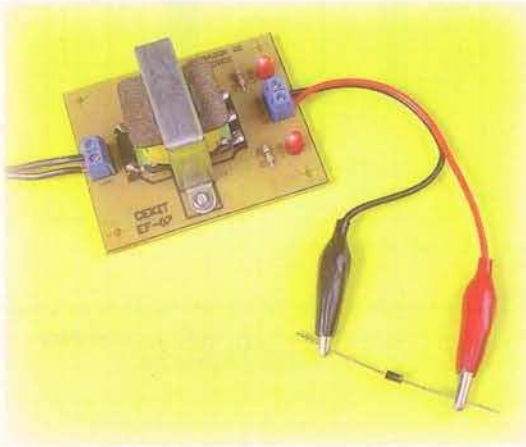

Figura 7.3 Prueba de un diodo en cortocircuito
- Si el diodo está en **cortocircuito**, no se presentará oposición al paso de la corriente en ninguna dirección; por ello en cada alternancia de la corriente se encenderá un diodo LED. Aunque aparentemente vemos encendidos los dos al mismo tiempo, esto se debe a que los cambios de dirección de la corriente son tan rápidos que no alcanzamos a percibirlos. **Figura 7.3**